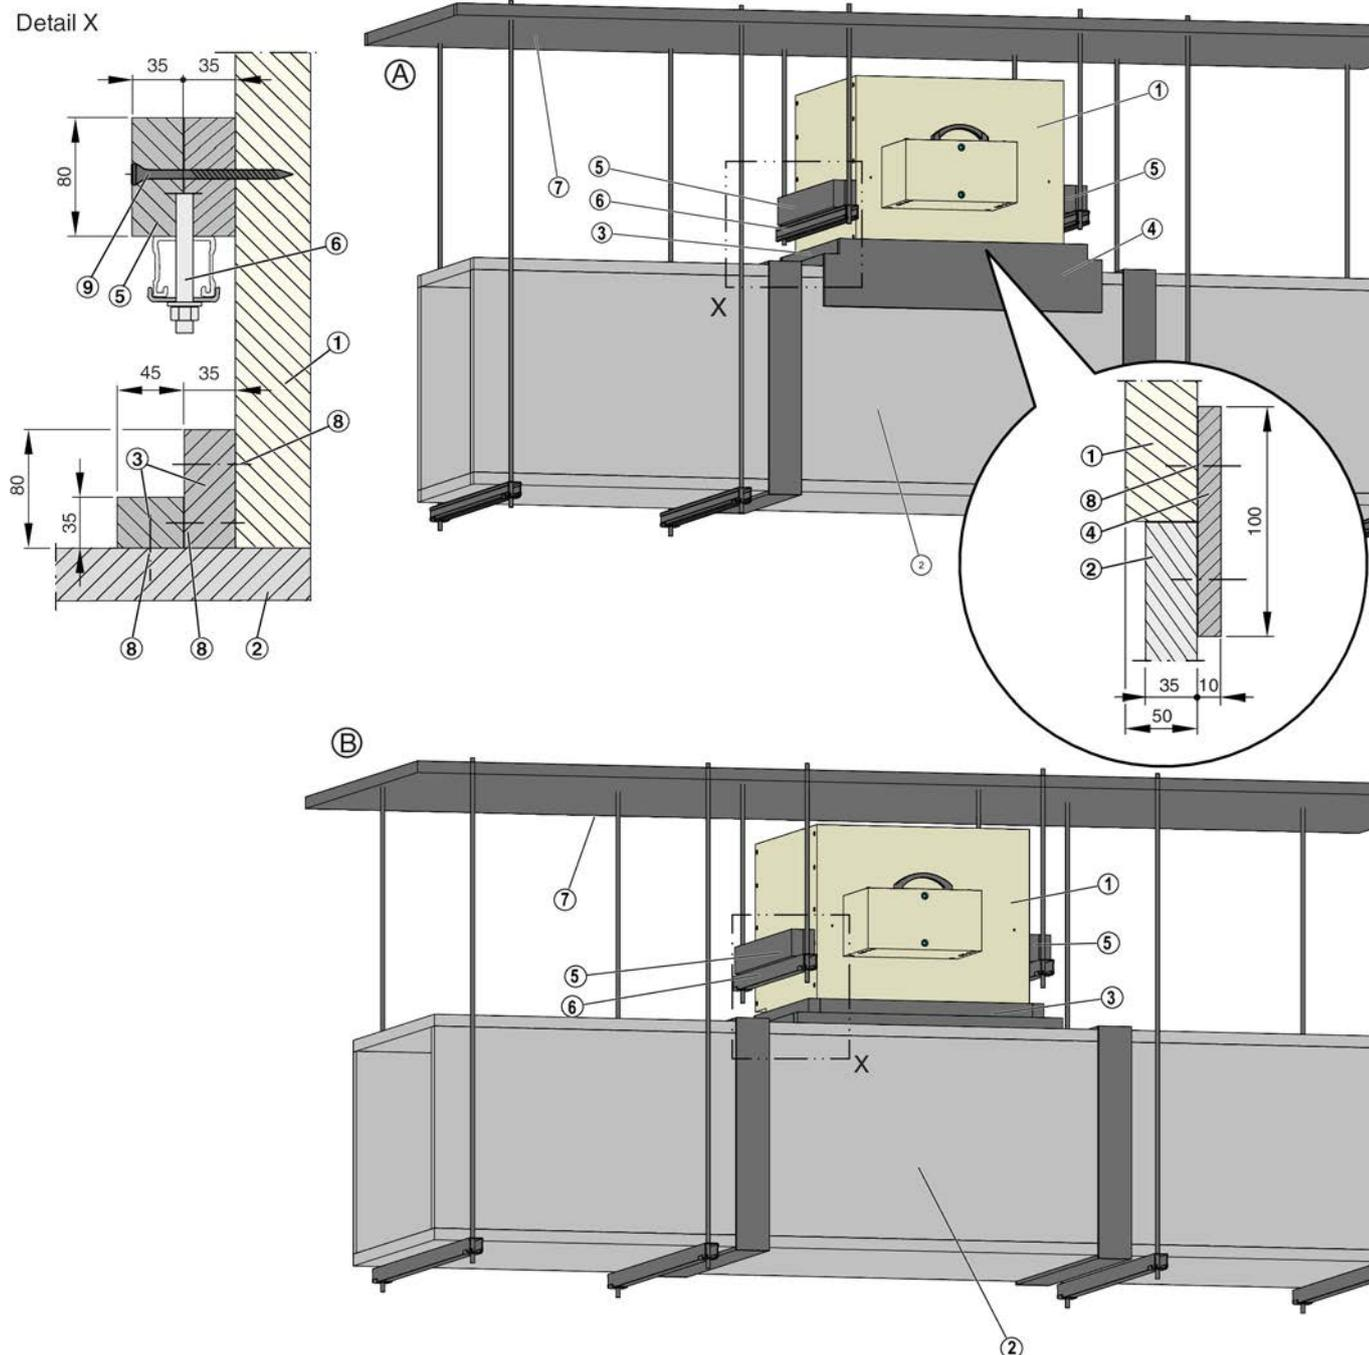

Fig. 22: Montage sur des gaines d'extraction de fumée horizontales résistantes au feu, indice de classement : hod
- 1. ▶ Fixer la plaque de renfort (Voir la Fig. 22 /5) des deux côtés sur le volet de désenfumage avec des vis pour cloisons sèches ; (pré-percer des trous de $\varnothing 3 \text{ mm}$), distance entre les trous $\leq 100 \text{ mm}$, utiliser au moins 2 vis.
- 4. ▶ Raccorder la gaine d'extraction de fumée résistante au feu au volet de désenfumage en plaçant une cornière (Voir la Fig. 22 /3) entre la gaine et le volet. Appliquer de la colle aux cornières au niveau des joints, sur la gaine d'extraction de fumée et le volet de désenfumage, puis relier les sections avec des agrafes en acier, distance $\leq 150 \text{ mm}$.